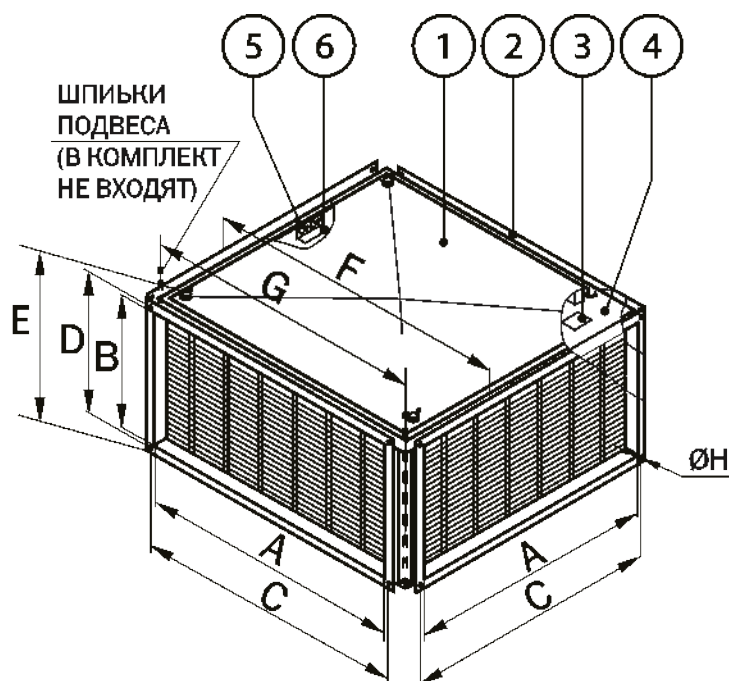

Рисунок 50. Устройство пластинчатых рекуператоров REC:
Рекуператор следует располагать съёмной крышкой (1 на рис. 50) горизонтально вниз. Направленность потоков воздуха через него значения не имеет.
При необходимости извлечения теплообменной вставки (4 на рис. 50) необходимо снять крышку (1) и, ослабив болтовые соединения (5), сдвинуть и удалить планки (6). При установке теплообменной вставки в корпус рекуператора следует обратить внимание на предупреждающую наклейку (3) на ее корпусе: «Неправильная установка теплообменной вставки приведет к выходу из строя рекуператора». Сторона с наклейкой должна быть обращена вниз, к съёмной крышке корпуса (1).